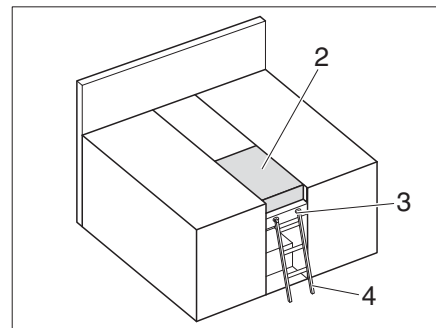

Fig. 160 Lit double
- Placer le coussin supplémentaire (Fig. 160,2).
Utiliser l'échelle de montée de série (Fig. 160,4) pour accéder au lit supérieur.
- Accrocher l'échelle de montée (Fig. 160,4) par les longerons sur le bandeau (Fig. 160,3) installé sur le cache.